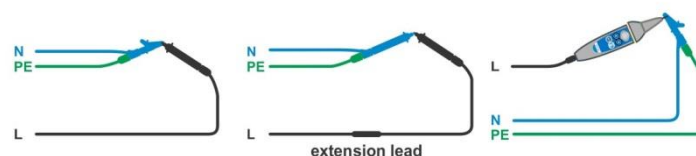

Abbildung 7.31: Kurzgeschlossene Prüflleitungen
- › Schließen Sie das Prüfkabel am Prüfgerät an und schließen Sie die Prüflleitungen miteinander kurz, siehe **Abbildung 7.31**.